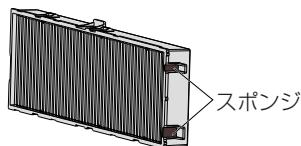

図1
- エアフィルターユニットの短辺側の端面にあるスponジ(図1)が外れないようにご注意ください。